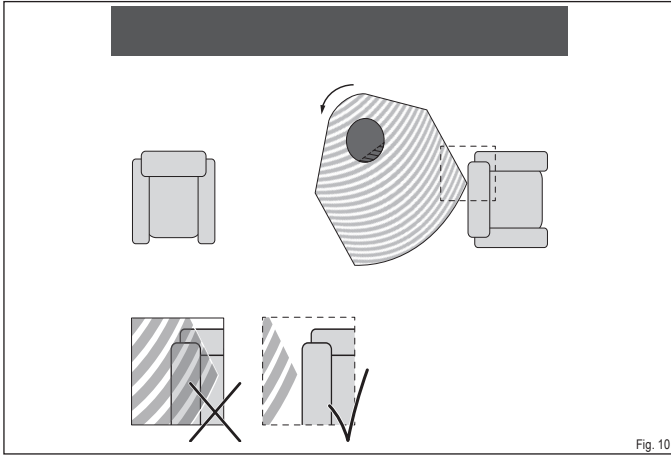
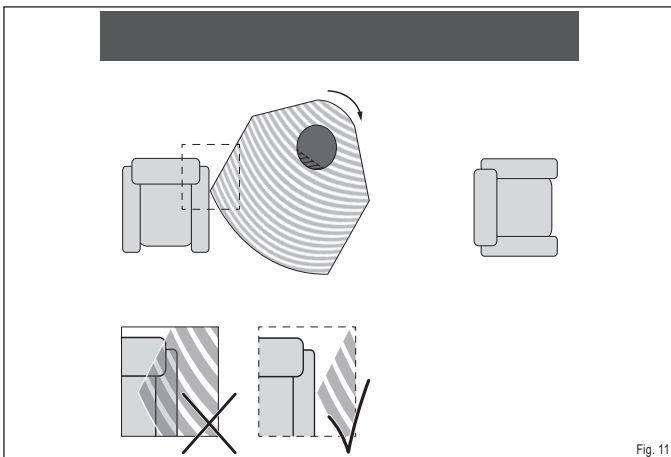

Fig. 10
Fig. 11
- ▶ **Aucun matériau inflammable, par ex. un meuble, ne doit se trouver dans la zone de rayonnement située dans l'angle de rotation paramétré pour le poêle. (Fig. 10 et Fig. 11).**